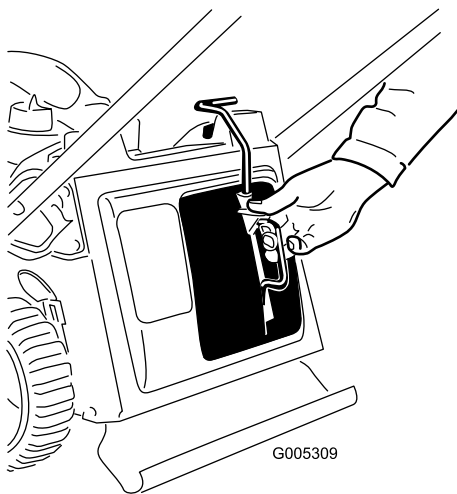

Рисунок 36
3. Установите заглушку для мульчирования (Рисунок 36).